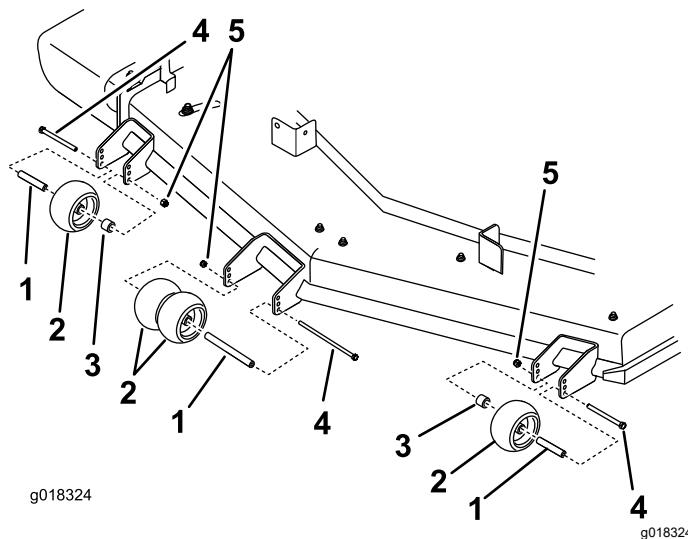

Figura 23
4. Certifique-se de que os espaçadores e os casquinhos estão instalados (Figura 23).